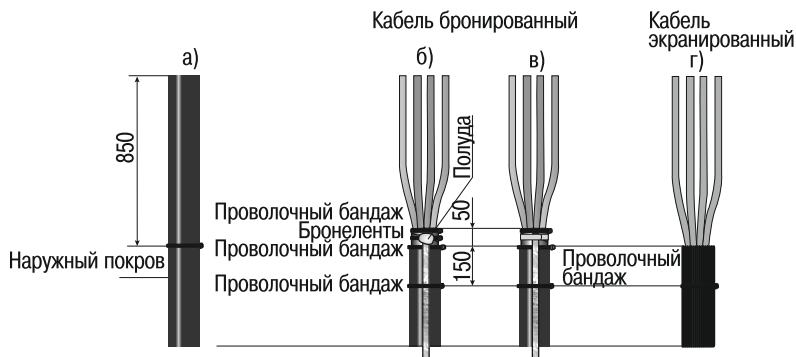

Рисунок 1
- 4.2 Наложить проволочный бандаж на наружный покров кабеля на длине 850 мм (рисунок 1 а)).
- 4.4.6 В случае комплекта муфты с ППД установить шину заземления концом без наконечника на бронелентах и закрепить её ППД до полной намотки на кабель (рисунок 1 в)).
- 4.5 Для экранированного кабеля (рисунок 1 г)):